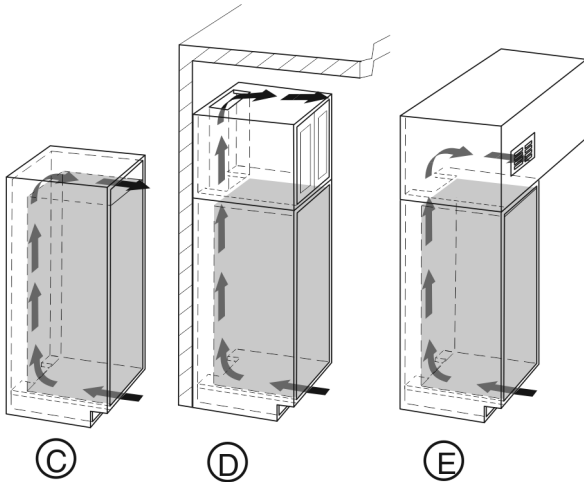

Fig. 7
- En lugar de montar la sección de ventilación superior directamente sobre el aparato con una rejilla de aire opcional Fig. 7 (C), se puede instalar cerca del techo sobre el mueble Fig. 7 (D) o como rejilla para la salida del aire en un falso techo Fig. 7 (E).